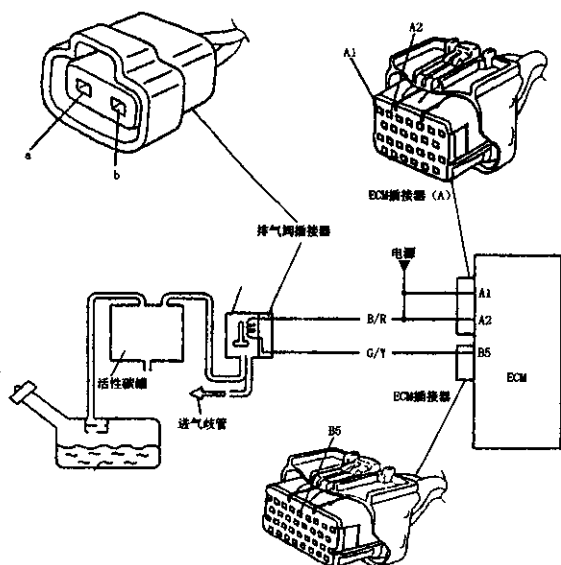

图 2-100 燃油蒸发排放系统电路图
④ 将燃油泵总成安装到油箱上。
⑤ 燃油蒸发排放系统电路如图 2-100 所示。
① 检查时,关闭点火开关。
② 拆下 ECM 插接器。
③ 测量 ECM 插接器“A1”插孔与“B5”之间的电阻应为 30~34Ω/20℃。